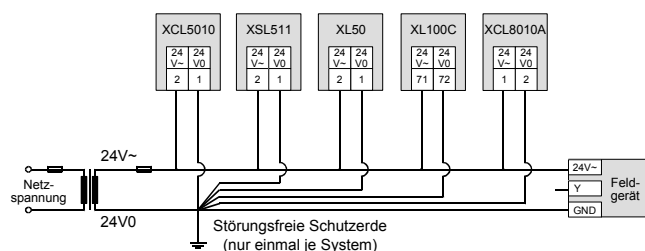

Abb. 99 Anschluss und Erdung von gemischten Controllern (ein Transformator)
- Stellen Sie sicher, dass die Erdverbindung entsprechend Abb. 99 und der zugehörigen Verdrahtungspläne an der richtigen Klemme angeschlossen ist.